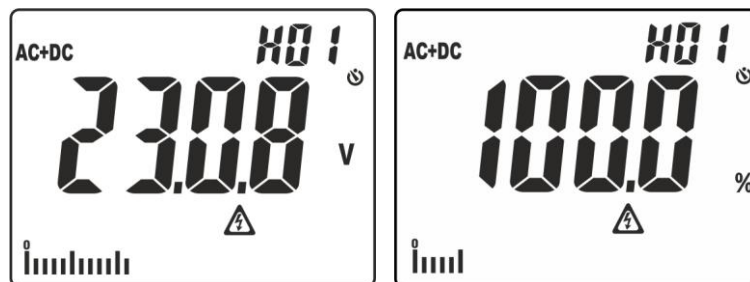

Abb. 3: Anzeige der Amplituden der Oberwellenanalyse
- Einfaches Drücken der Taste zur Anzeige der Spannungs- und Stromoberwellen bis zur 25. (**Hdc**, **H01... H25**) mit absolutem oder prozentualen Wert in Bezug auf den Fundamental der Eingangssignale (für Spannungswerte $V_{AC} > 0.5V$ und Stromwerte $AC > 0.5A$ und Frequenz im Bereich $42.5Hz \div 69Hz$) und des prozentualen Werts des Parameters **THD%** (siehe § 9.3) wie in der Abb. 3 gezeigt. Benutzen Sie die Tasten $\blacktriangle/ZERO$ und $\blacktriangledown/\text{V}$ zur Vergrößerung/Verringerung der Oberwelle.